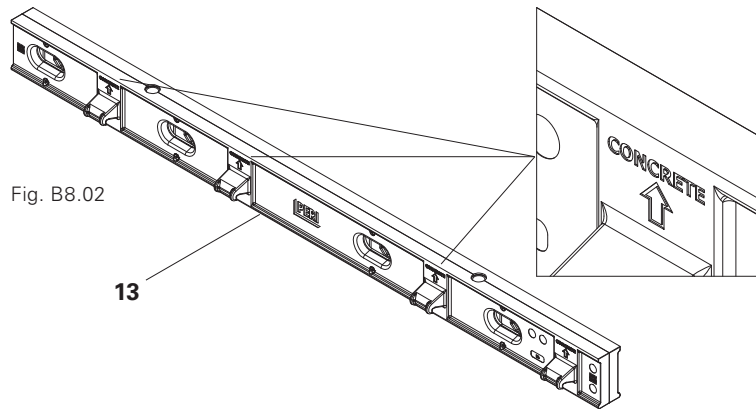

Fig. B8.02
Le support de compensation (16) a des dents qui s'engagent dans les encoches de connexion du panneau. Les dents doivent être dirigées à l'opposé du béton (10.7), voir Compensation DWC. (Fig. B8.02 + B8.03)